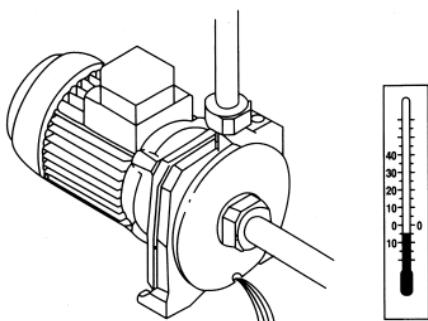

FIG. 5
- 1) Se la pompa rimane inattiva per lungo tempo in luoghi ove la temperatura può scendere sotto lo zero, togliere completamente l'acqua dall'impianto e dal corpo pompa, levando il tappo di scarico (fig 5). Diversamente l'acqua gelando potrebbe creare incrinature nel corpo pompa e nelle tubazioni. Tale operazione è consigliabile anche in caso di lunga inattività a temperature normali.
- 1) Si l'installation reste sans fonctionner dans un lieu exposé au gel pendant longtemps, n'oublier pas de vidanger complètement le corps pompe et les tuyauteries en dévissant le bouchon de dégorgement (fig. 5). Autrement l'eau peut geler et fêler le corps pompe ainsi que les tuyauteries. Cette opération est également conseillée si la pompe reste longtemps sans fonctionner à température ambiante normale.